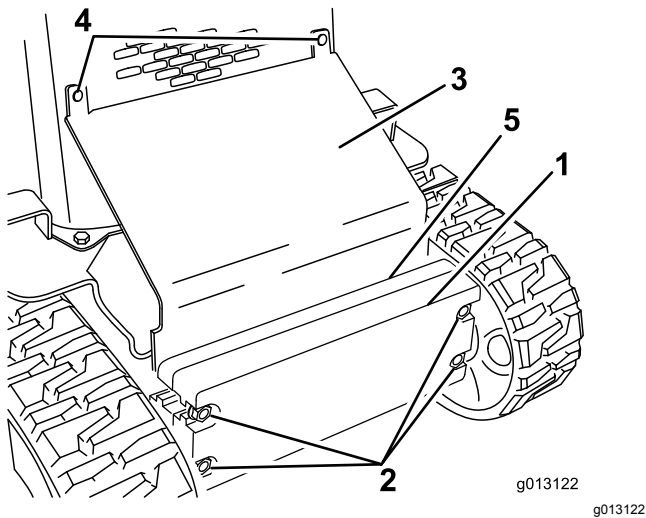

Figura 27
2. Afloje los pernos que sujetan los pesos (Figura 27).
3. Retire los pernos de cuello cuadrado y las tuercas que sujetan la chapa inclinada (Figura 27).
10. Deslice la chapa inclinada entre el bastidor y los contrapesos; fijela a la rejilla delantera usando los pernos de cuello cuadrado y las tuercas que retiró anteriormente (Figura 27).
11. Apriete los pernos que sujetan los contrapesos delanteros (Figura 27).